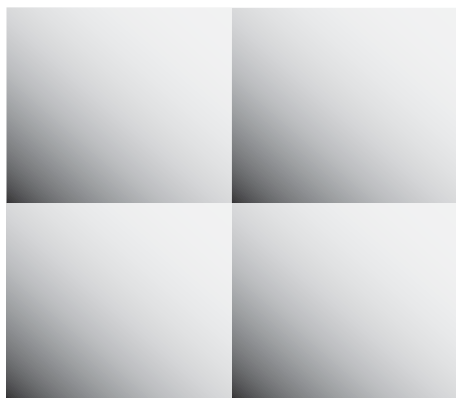

Figure 15
2. La Figure 15 est une combinaison masquer et faire varier les nuances. Cet exercice de pulvérisation entraîne l'oeil pour s'assurer que tous les carrés aient la même nuance. Répéter la méthode de pulvérisation décrite dans les étapes 1a-1c pour obtenir la même nuance.